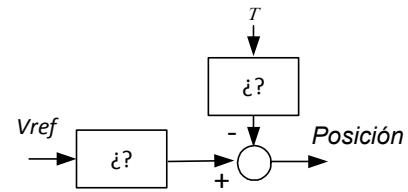

Figura 3.
**B.2.** Aplicando las reglas de superposición para sistemas lineales, rellene el diagrama de bloques de la Figura 3.